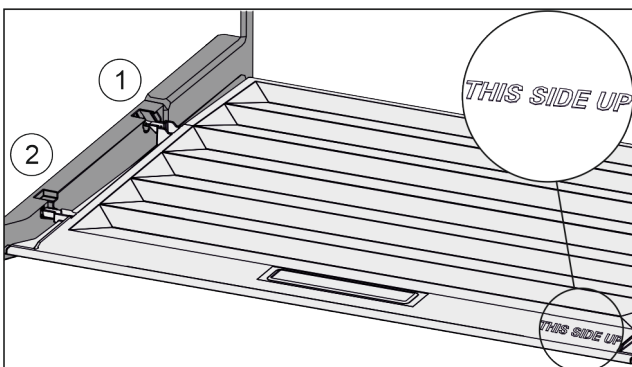

Fig. 74
- Skyv inn dekseltrinn via åpningen til bakre holder Fig. 74 (1) og klikk dem på plass i fremre holder Fig. 74 (2).